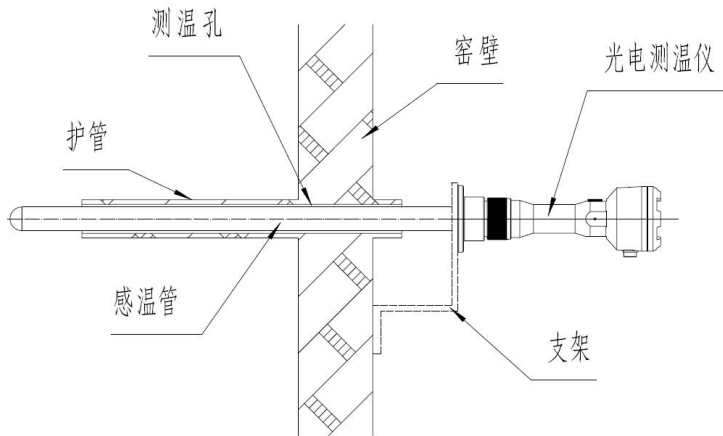

图 2
- 2，将炉口用石棉封牢，然后将带有陶瓷纤维板和 L 形挡火板的刚玉管缓慢插入炉口（图 2）